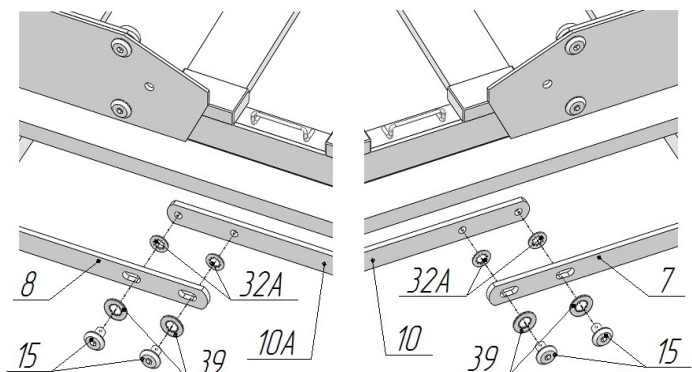

Рис.6.3
13) Соединить в соответствии с рисунками 6.3, 6.4 тяги поз. 10 и 10А с тягами поз.7,8, присоединёнными к механизмам подъёма, используя шайбы стопорные поз.32А и винты М8х16 поз.15. Под головки винтов положить шайбы поз.39 (рис.6.3,6.4). Винты до упора не затягивать.